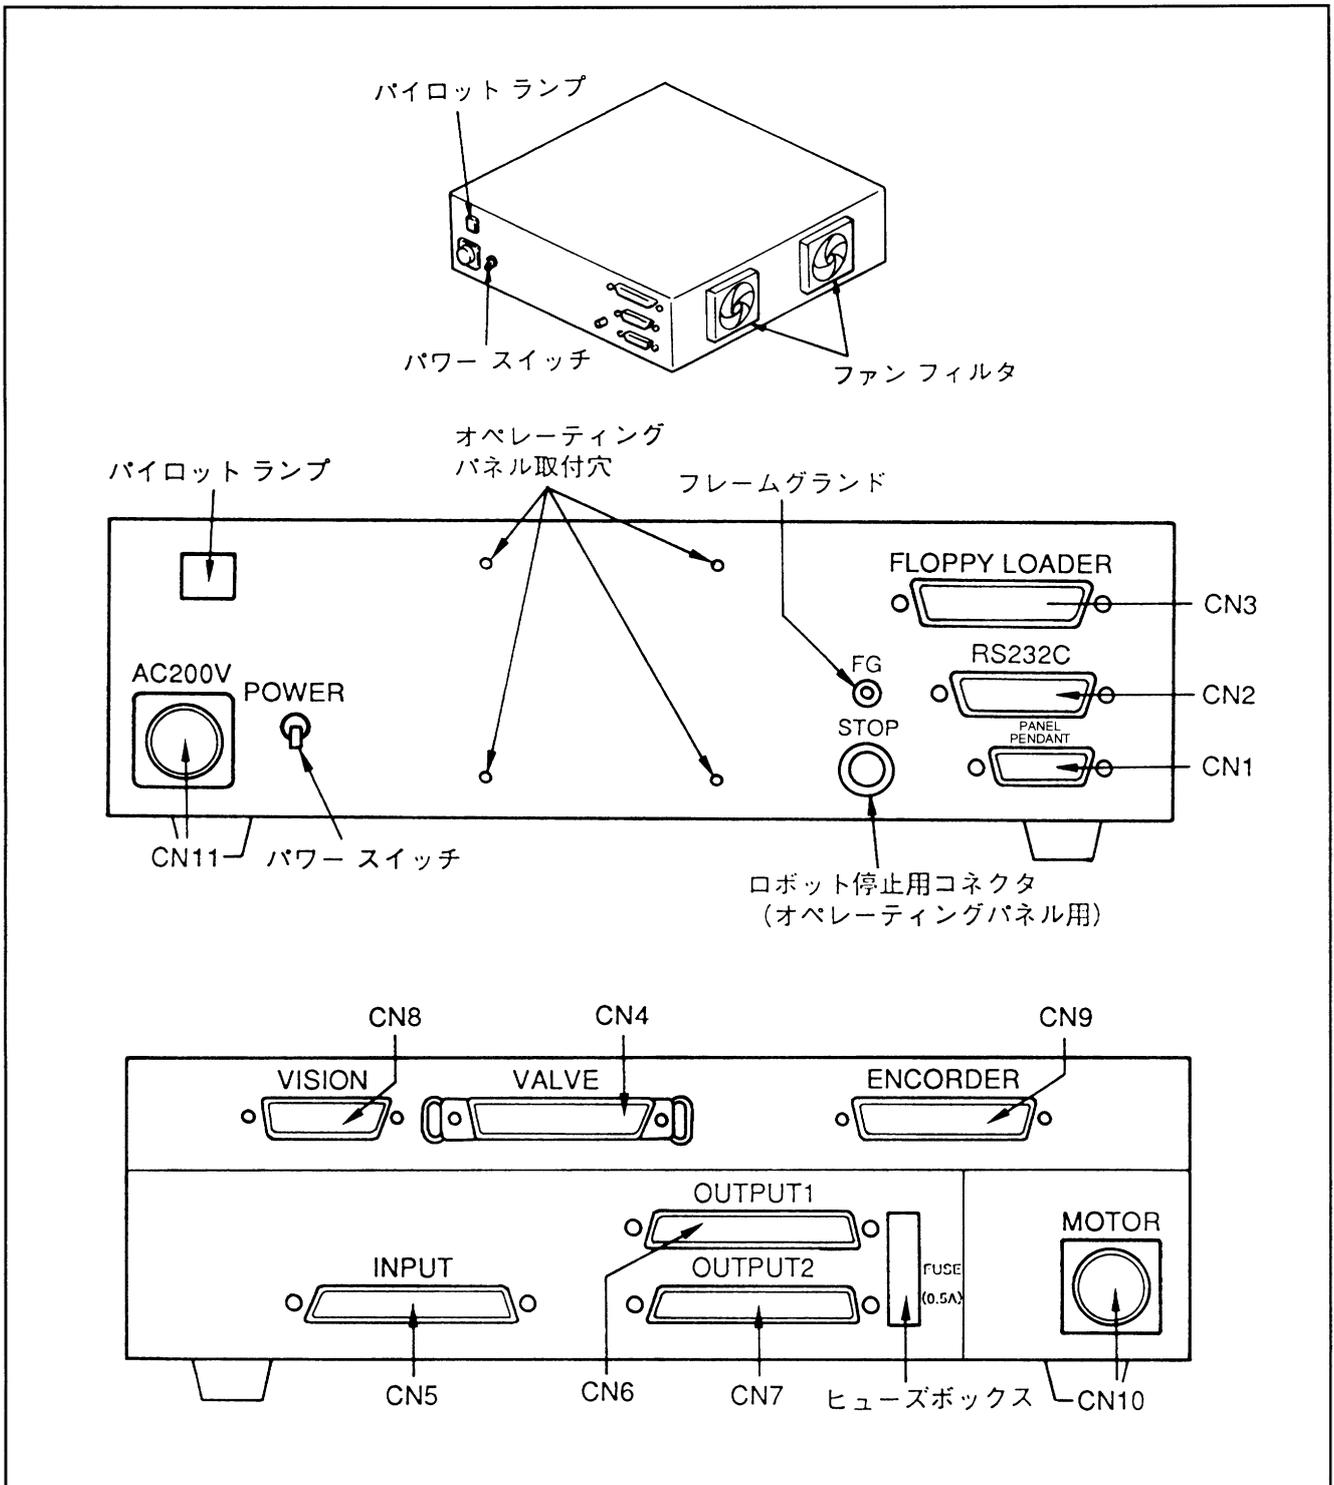

図1-4 コントローラ各部の名称
1.3 コントローラ各部の名称 コントローラ各部の名称を図1-4および表1-4に示します。